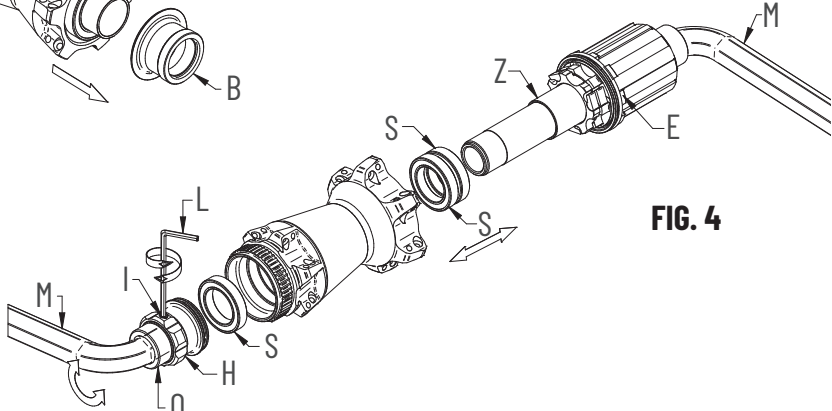

FIG. 4
- Inserite una chiave a brugola da 12 (M) sul lato destro del mozzo (Fig. 4).
- Con l'ausilio di chiave a brugola da 12 (M), svitate lo scontro (O).